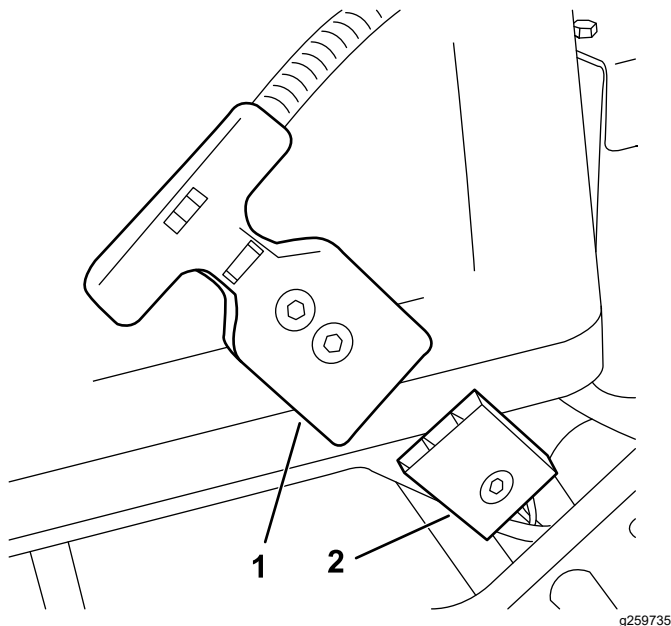

Figura 3
- Desenchufe el conector en T del conector del suministro eléctrico principal de la batería que está sujeto a la bandeja de la batería (Figura 3).
4. Conecte el conector en T del al conector de la batería (Figura 3).